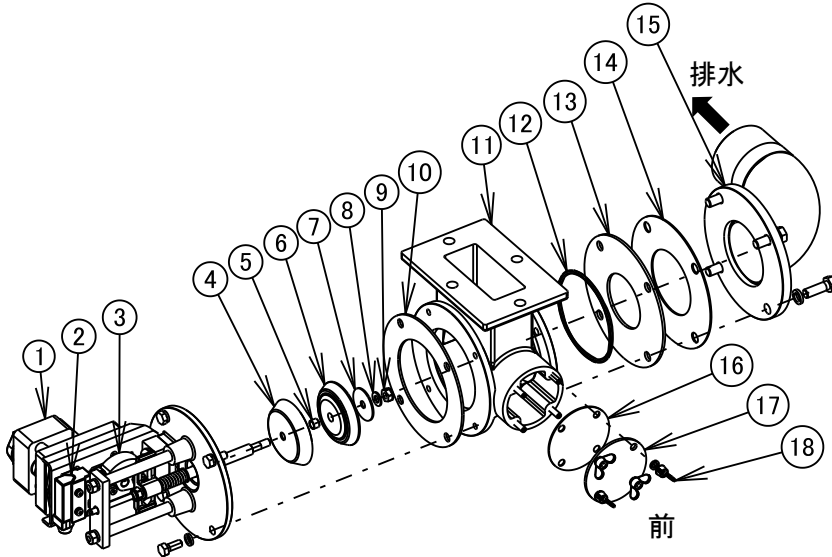

図8-13
8. 3. 7 排水弁(図8-13)
4) 排水弁補助弁の交換(図8-13)
- ・ ①モータと②リミットスイッチのケーブルコネクタを外します。①モータアース線を外します。
- ・ ボルト(M8)を緩めて①～⑩一体品を取り外します。
- ・ ⑩U ナット(M8)を緩めて⑤～⑧弁部をシャフトから取り外します。
- ・ ⑥排水弁補助弁の中央にはまっている⑤排水弁スペーサを取り外し新しい⑥排水弁補助弁に取り付けます。
- ・ ⑤～⑧弁部をシャフトに逆の手順で組み付けます。
- ・ ①～⑩一体品をボルト(M8)で組み付けます。
- ・ ①モータと②リミットスイッチのケーブルコネクタ及び、①モータアース線を元の通に接続します。
- ・ ③排水弁マイクロカム回転方向と排水弁の動作確認を行うこと。